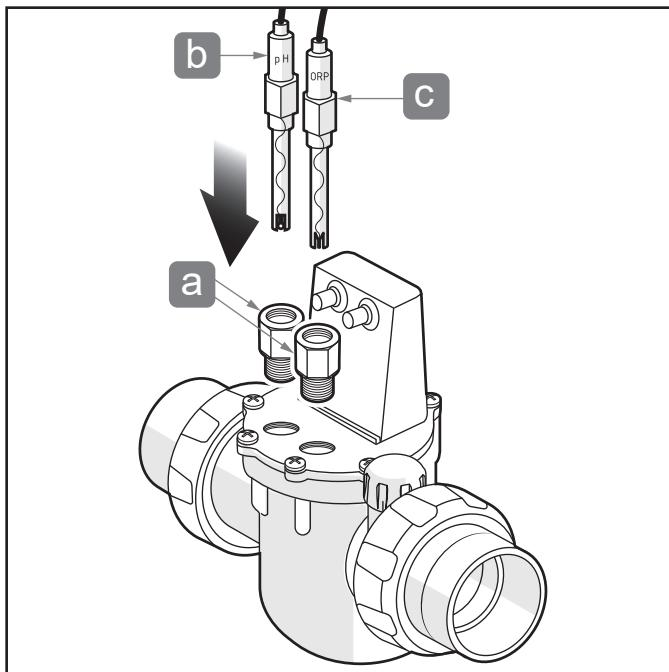

Figure 3. Installation des raccords et des capteurs
5. Installer les raccords à compression du capteur et leurs joints toriques adaptés (fournis) à la place des bouchons du capteur, se reporter à la Figure 3(a). Serrer à la main, aucun outil nécessaire.
7. Desserrer le haut du raccord à compression gauche, insérer le capteur de pH dans le raccord et pousser lentement vers le bas. Serrer à la main le raccord une fois que le capteur est complètement inséré dans le raccord, se reporter à la Figure 3(b)
9. Desserrer le haut du raccord à compression droite, insérer le capteur de rH dans le raccord et pousser lentement vers le bas. Serrer à la main le raccord une fois que le capteur est complètement inséré dans le raccord, se reporter à la Figure 3(c)